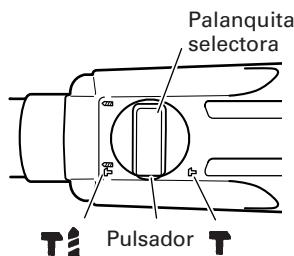

Fig. 12
- (1) Monte el puntero o el cincel.
- (2) Presione el pulsador y ponga la palanca de cambio en el centro de las marcas **T** y **II**. (Fig. 12)